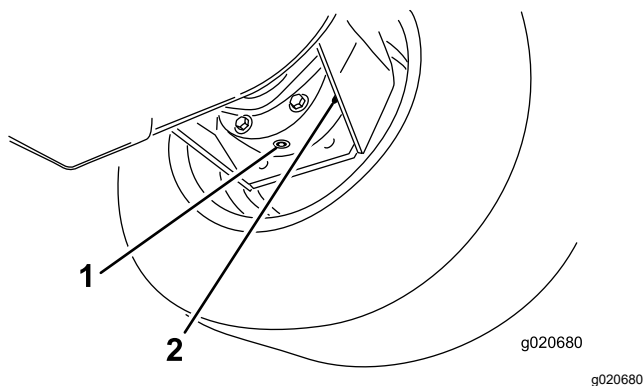

Figura 104
3. Coloque un recipiente debajo del alojamiento del freno, retire el tapón y deje que se drene el aceite (Figura 104).